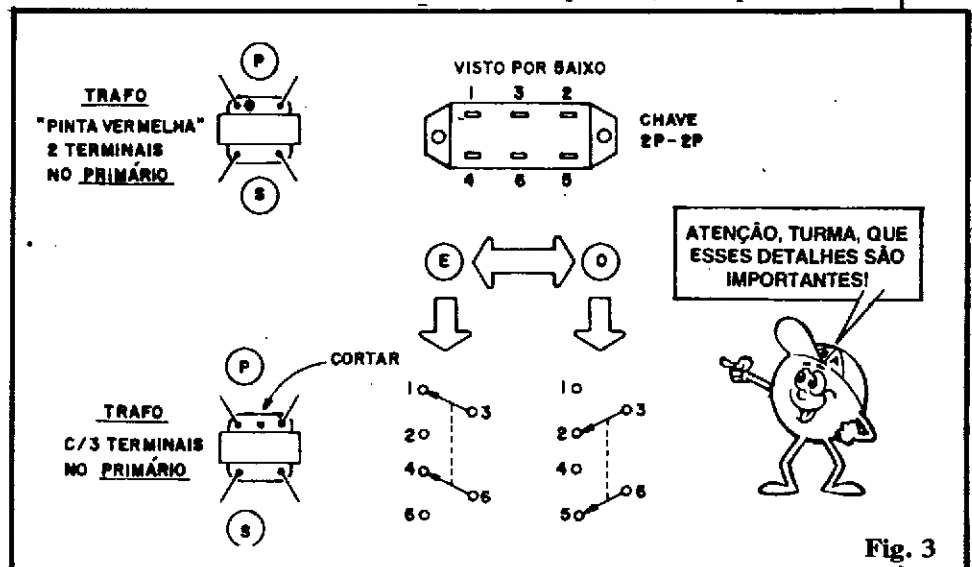

Fig. 3
- **FIG. 3** - Detalhes e considerações sobre o transformador e a chave. Conforme foi dito aí atrás, o transformador recomendado é um "Saída mini PINTA VERMELHA", cujo lado de baixo (por onde saem os terminais) é mostrado na figura (a pinta vermelha referencia o lado de onde surgem os terminais do **primário (P)**). Entretanto, se o Leitor/Aluno não